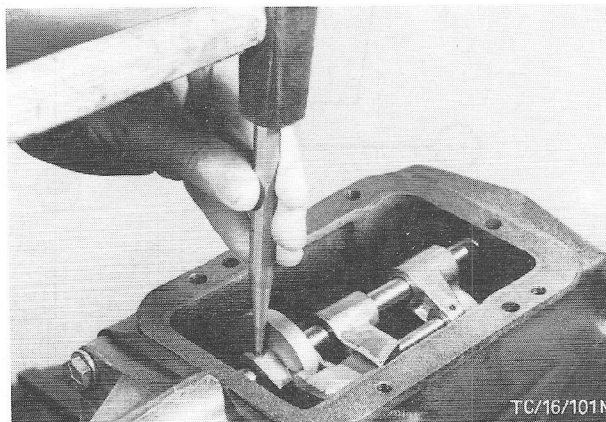

Fig.42 Holle borgpen van schakelgren­delblok uittikken.
6. Tik de holle borgpen voorzichtig uit het schakelgren­delblok en de schakelvorkas (fig.42).